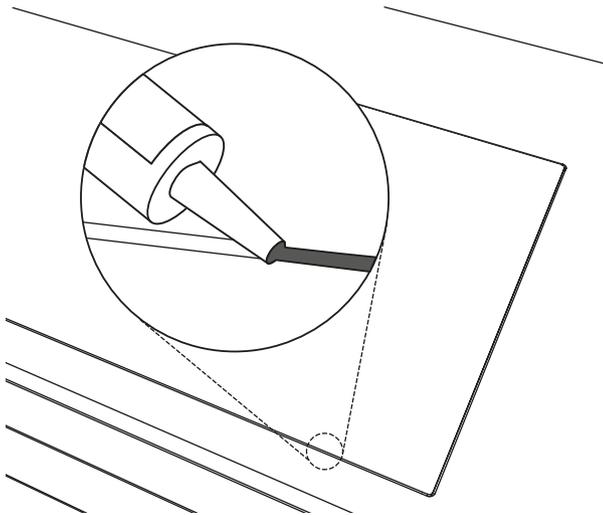

Abb. C-8 Einsilikonieren des Geräts bei flächenbündigem Einbau
- ▶ Beim flächenbündigen Einbau versiegeln Sie die Fuge zwischen Arbeitsplatte und Rand mit Silikon aus (siehe Abbildung C-8).